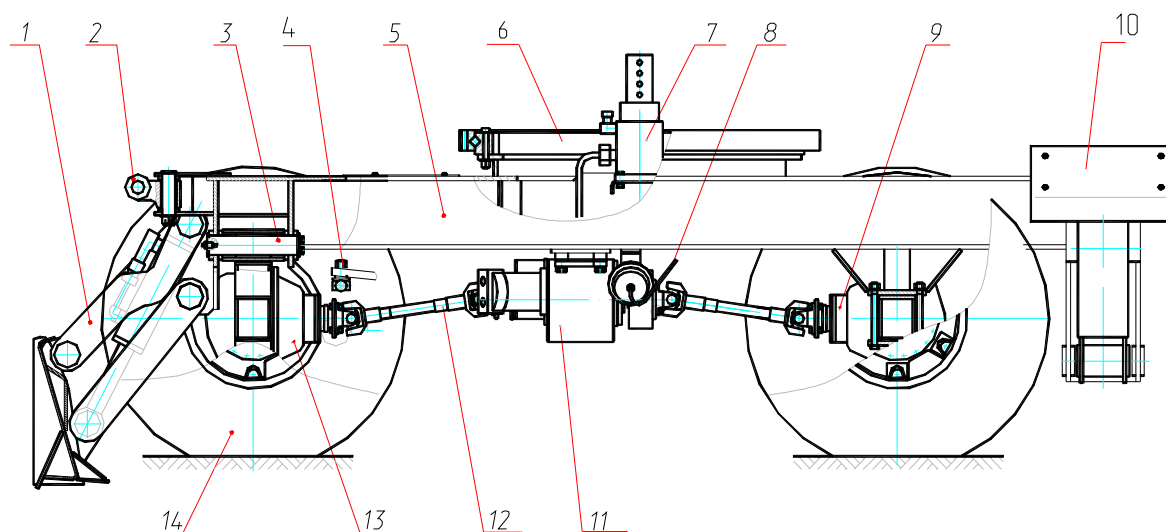

Рис. 17 Ход пневмоколесный
1. ХОД ПНЕВМОКОЛЕСНЫЙ (рис. 17)